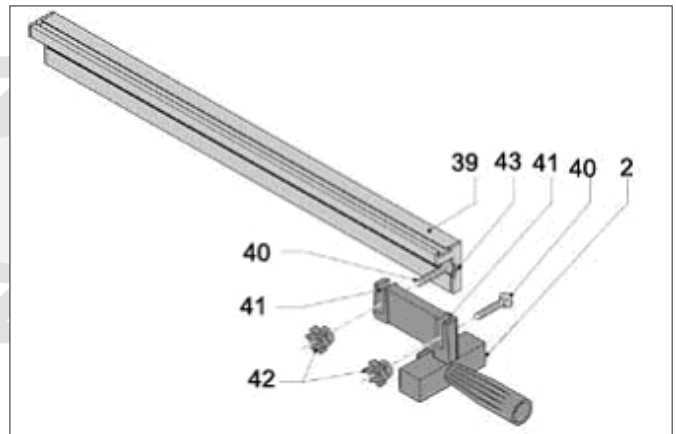

Figur 9
Skyv skråskjæringsanlegget (11) inn i en av skinnene på arbeidsbordet. Anleggsskinnen (34) skal stilles inn slik at den akkurat er fri fra sagbladet. Spenn anleggsskinnen fast ved hjelp av skruene (35) som vist på figur 9.